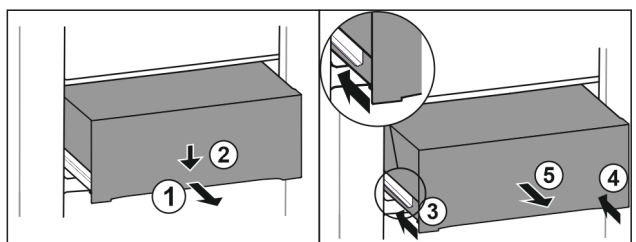

Fig. 188
- Zásuvku napůl vytáhněte. Fig. 188 (1)
- Stlačte zásuvku na přední straně dolů. Fig. 188 (2)
- Zasuňte levou kolejničku přibližně do 2 cm. Fig. 188 (3)
- Zasuňte pravou kolejničku přibližně do 2 cm. Fig. 188 (4)
- Vyjměte zásuvku dopředu. Fig. 188 (5)